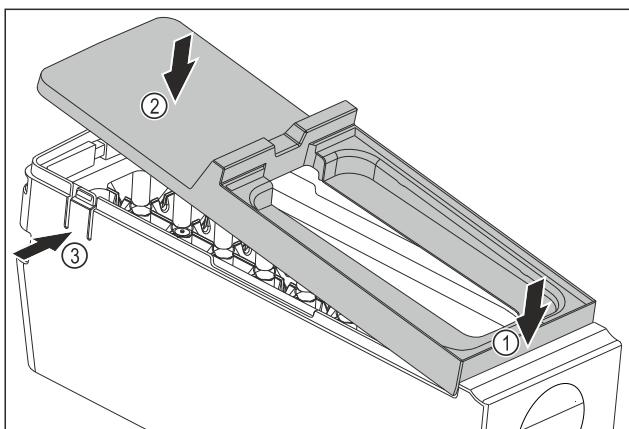

Fig. 146
- Monter le couvercle du corps de l'EasyTwist-Ice : Placer le couvercle à l'avant. Fig. 146 (1)
- Abaisser le couvercle à l'arrière. Fig. 146 (2)
- L'encastrement du couvercle dans les deux languettes Fig. 146 (3) se fait entendre.